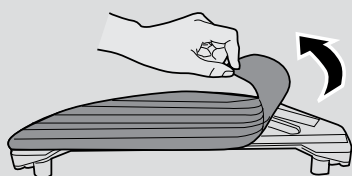

Fig. 13
1. Fjern vaskekluden fra den nederste del af vandtanken. [Fig. 13]